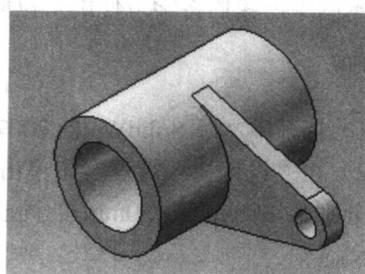

图 1-13 拉伸效果
(6) 单击特征工具栏中的“拉伸凸台/基体”工具按钮(), 打开“拉伸”属性管理器。将深度()设置为5mm。然后单击“确定”按钮()，生成拉伸效果，如图1-13所示。